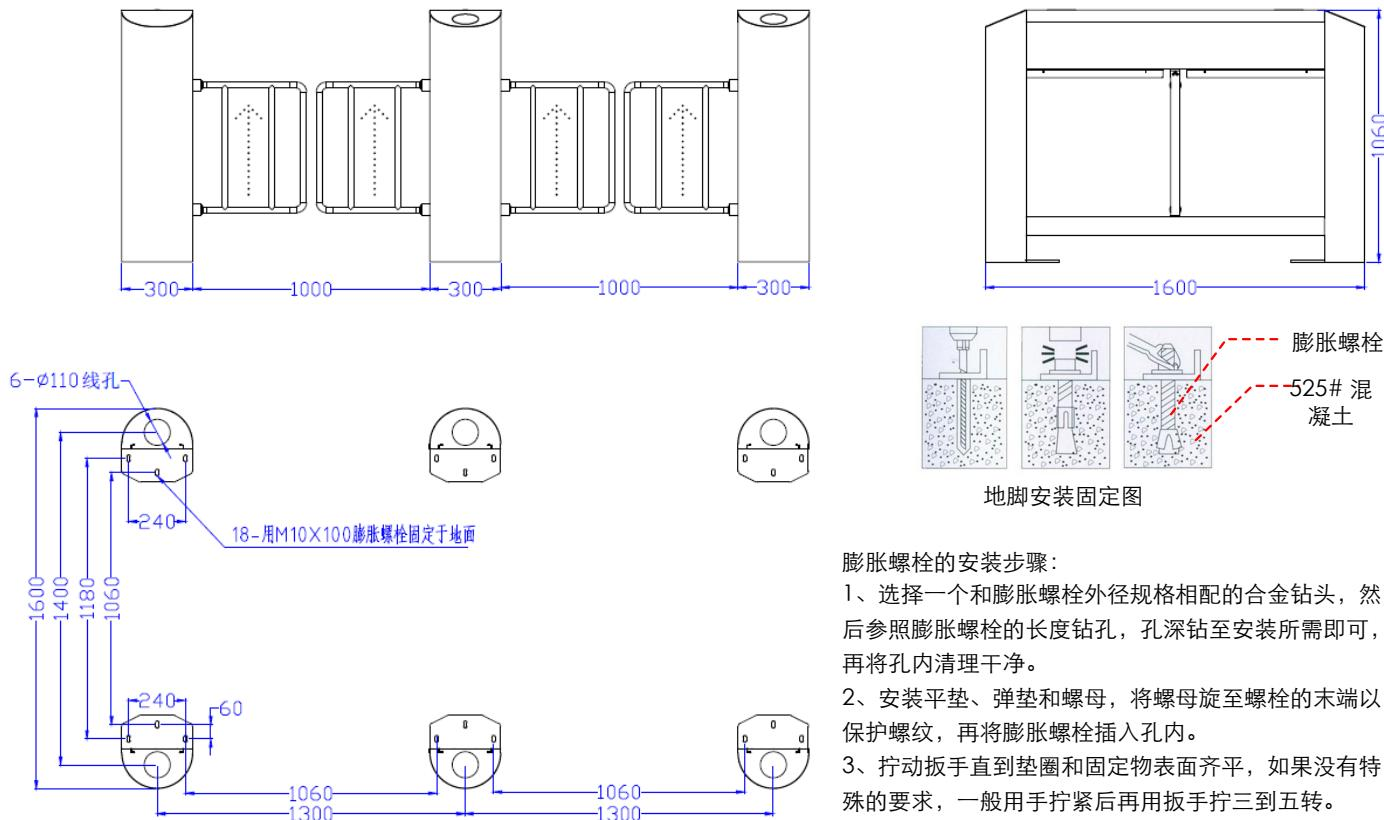

图 6.1
- (1) 准备好安装闸机需要的工具，根据装箱单挑选出辅助的部件。
- (2) 确定系统的构成和运作模式，完成系统规划后准备安装。
- (3) 确定孔位后钻孔，预先埋下  $(N+1) * 6$  个 M10 的膨胀螺栓，如图 6.1 所示。注：N 表示通道数量。